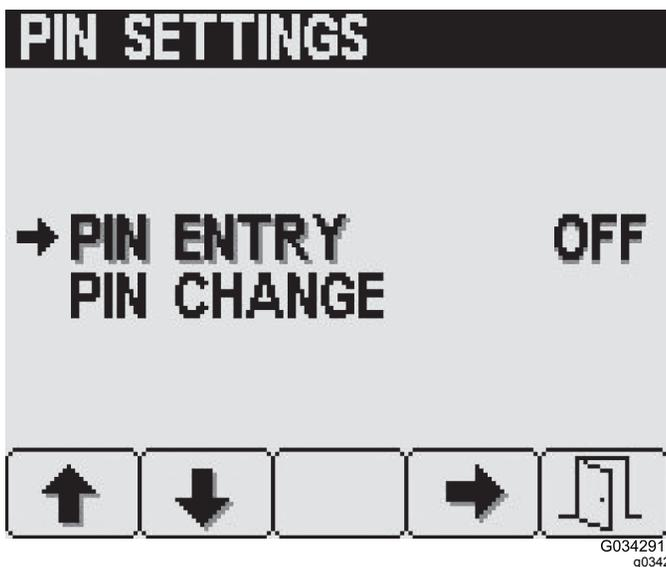

Figura 33
3. Dalla schermata Impostazioni PIN, premete il pulsante 4 per selezionare Inserimento PIN e ATTIVARE o DISATTIVARE l'opzione PIN (Figura 33).